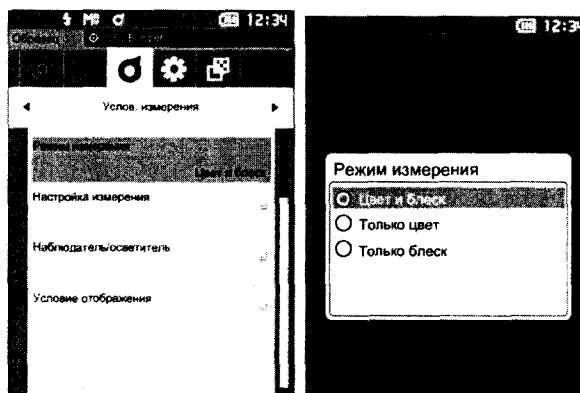

Рисунок 19
8.2.4.1 Включите спектрофотометры, откроется стартовый экран «Услов.Измерения». Выберете пункт «Режим измерения» клавишами «▲» или «▼», затем нажмите клавишу «Подтверждение». Откроется экран «Режим измерения». Наведите курсор на режим измерения «Цвет и блеск: колориметрия + измерение блеска» (рисунок 19), затем нажмите клавишу «Подтверждение». После этого выполнится возврат к экрану «Услов. Измерения».